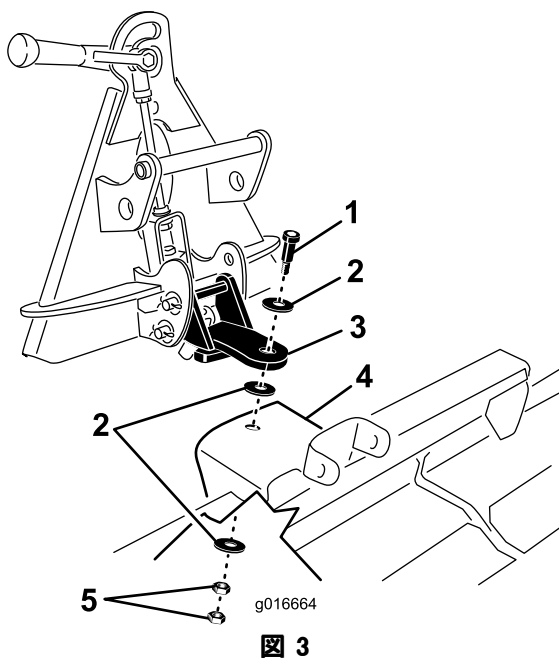

図 3
1. ピボット・アセンブリをツースレーキに取り付ける；ショルダボルト（1本）、ワッシャ（2枚）、ジャムナット（2個）を使用し、図 3 のように取り付ける。